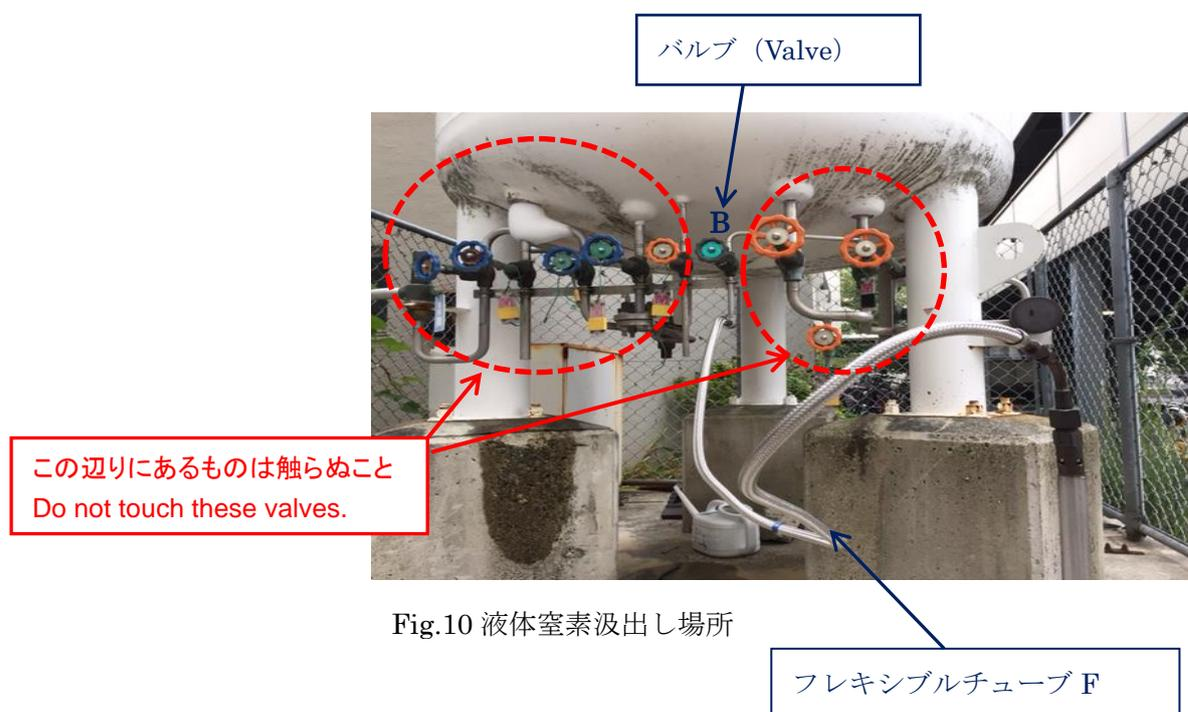

Fig.10 液体窒素汲出し場所
4. 汲み出しには, 貯槽 (Fig. 10) に付けてある汲み出し用金属製フレキシブルチューブ F を使う。フレキシブルチューブは先端を汲み入れの容器の底近くに挿入する。